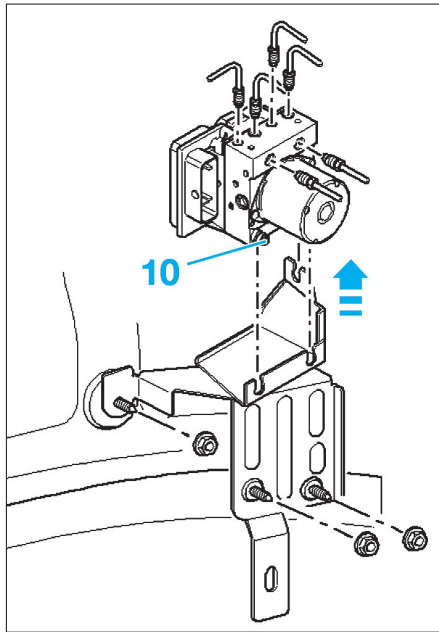

FIG. 31
- Repérer les conduites de frein allant de l'unité hydraulique (A) et (B) au maître-cylindre.
- Repérer les conduites de frein restantes (vers les étriers de frein) de (6) à (9), les dévisser de l'unité hydraulique et les obturer.
- Desserrer les 3 vis à six pans (10) du support de caoutchouc d'amortissement (Fig.31).